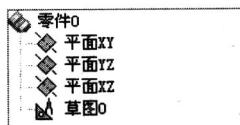

图1-8 生成“草图0”
草图是在草图绘制模式下绘制的并用于实体造型的二维平面图。草图必须是二维的，草图轮廓的绘制必须是完整的封闭环，并且不允许有重复线条。绘制草图后会在特征树中生成一次记录，如图1-8所示。
1. 确定基准面激活草图。选择“平面 XY”，单击【状态控制栏】中的 L 按钮或在所选择的“平面 XY”上单击鼠标右键，在弹出的快捷菜单中选择【创建草图】命令，此时在特征树中添加了“草图 0”，表示系统已经处于绘制草图状态，如图 1-8 所示。